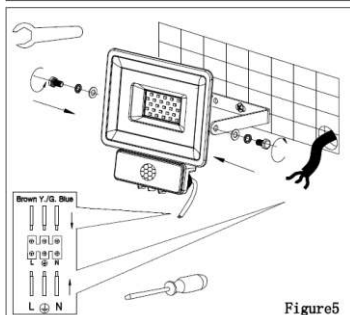

Figure5
5. Verbinden Sie nun den Fluter mit der Montagehalterung. Richten Sie den Fluter auf die gewünschte Position aus und ziehen Sie die Schrauben am Montagebügel fest. (Bild 5)
6. Verbinden Sie, mit Hilfe einer wasserdichten Verbindungsdose, die Hauptzuleitung (H05RN-F3G1.0mm² empfohlen) mit dem Stromkabel (Eingang) des Fluters. Beachten Sie das Anschlussschema der Leitungen. (Bild 5) (Die Verwendung von Verbindungsdosen mit IP65 oder höher ist ratsam. Ziehen Sie die Schrauben wasserdicht nach.)